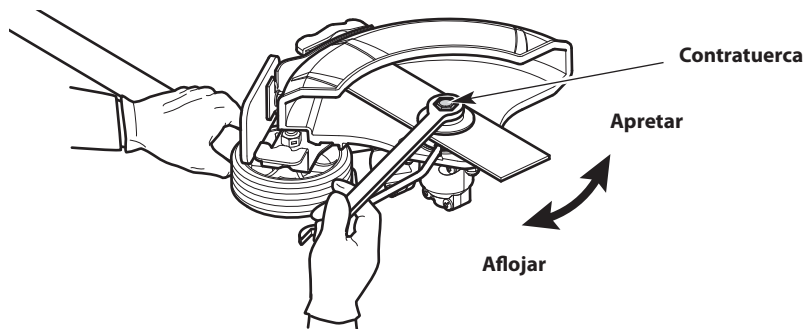

Fig. 9
3. Mientras sostiene la varilla de traba, afloje la contratuerca girándola **en el sentido de las agujas del reloj** con una llave (Fig. 9).
6. Mientras sostenga la varilla de traba, apriete la contratuerca girándola **en sentido contrario a las agujas del reloj** (Fig. 9). Cerciórese que la cuchilla quede plana y centrada en relación con el eje de salida cuando apriete la contratuerca.